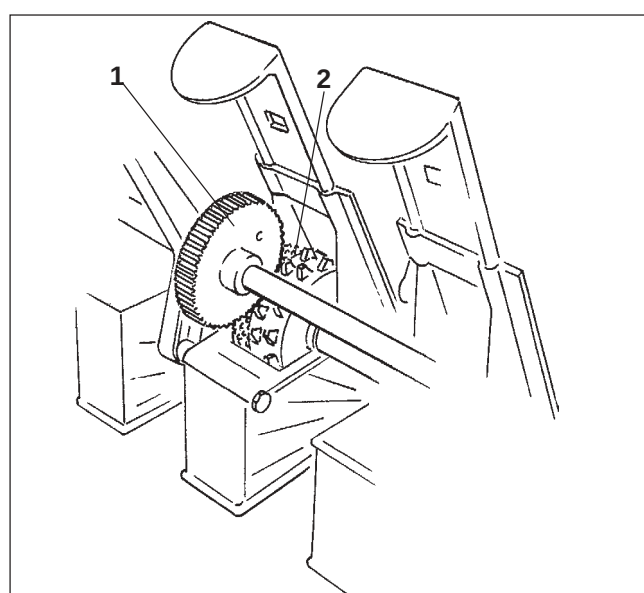

Рис. 7.27
- Зубцы приводной шестерни (Рис. 7.27/1) и мелкосемянные высевājие катушки технической колеи (Рис. 7.27/2) необходимо сцепить.